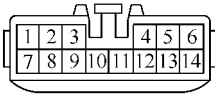

图 18-77 检查配线侧的接插件
(1) 检查继电器回路情况。从继电器拆下接插件，并按图 18-77 所示检查配线侧的接插件，其回路情况见表 18-9。